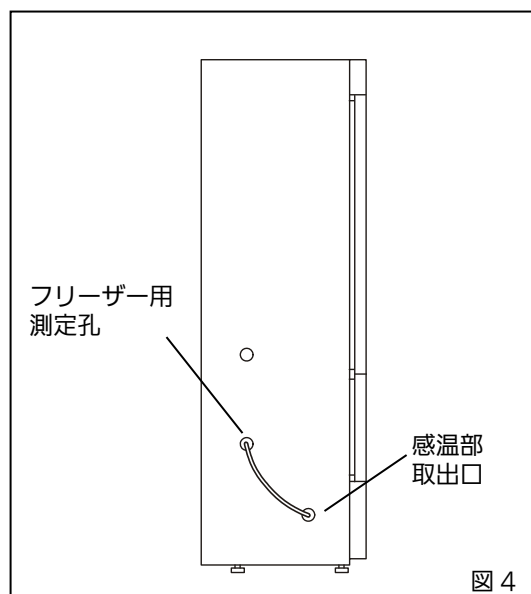

図 4
4. フリーザーの左側面の測定孔のゴムキャップ（外側および内側）を外し、中の断熱材を取り出してください。その測定孔を通して自記温度記録計の感温部をフリーザー内に通してください〔図 4〕。通したら、測定孔に断熱材を戻し、ゴムキャップでふたをしてください（外側および内側）。感温部取出口もゴムキャップでふたをしてください（外側のみ）。